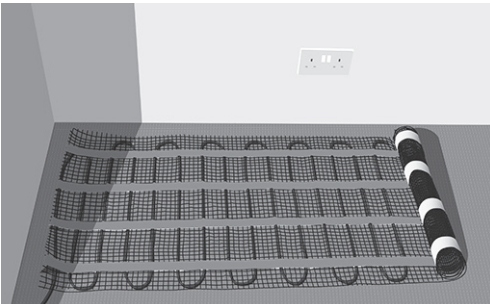
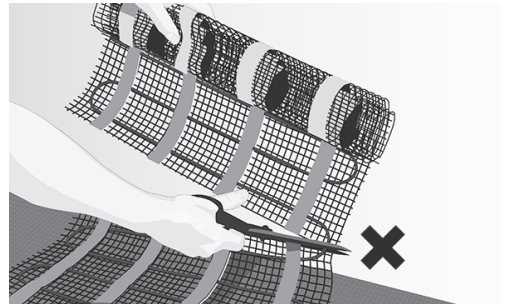
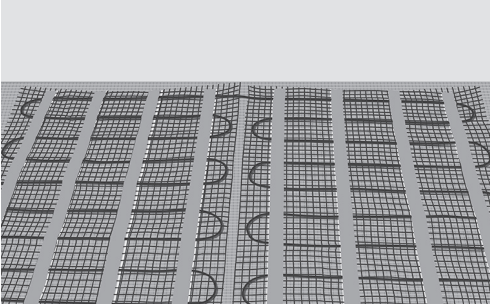

Fig. 4. Rull ut matten
Fig. 5. Klipp og snu matten uten å skade kablen
Fig. 6. Gulv dekket av matte
8. Rull matten ut på gulvet med nettsiden opp til du kommer til veggen eller til en hindring (Fig. 4). Klipp og snu matten for å fortsette å legge den. Ikke kutt kablen (Fig. 5). Gjenta dette til du har dekket gulvet (Fig. 6).